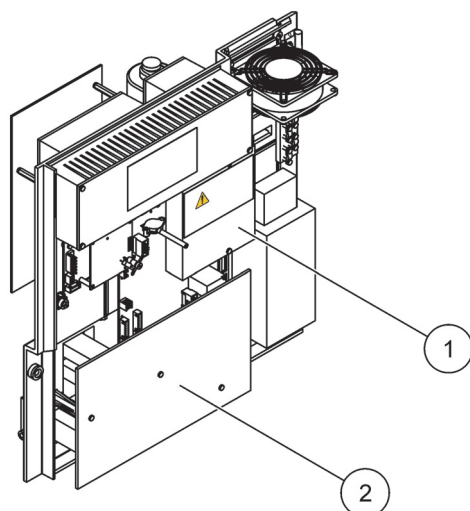

図 14 保護カバー の除去
保護カバーの取り外しについては、図 14 を参照してください。
3. 保護カバーから 2 つのネジを外し、カバーを外します (アイテム 1、27 ージ 図 14)。
6. 一番下のパネル カバーを固定している 3 つのネジを外します (アイテム 2、27 ージ 図 14) パネルを外します。
3. 保護カバーを外します (27 ページ 図 14)。